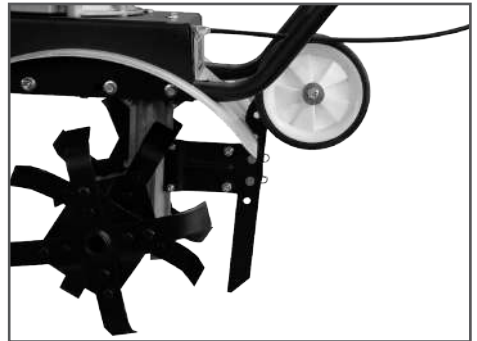

Рис. 16. Установка сошника в рабочее положение
2. Установите сошник с транспортировочными колесами в рабочее положение (Рис. 16). Вставьте сошник в паз кронштейна, совместите отверстия в сошнике с отверстиями в кронштейне и вставьте пальцы крепления сошника. Зафиксируйте пальцы шплинтами.